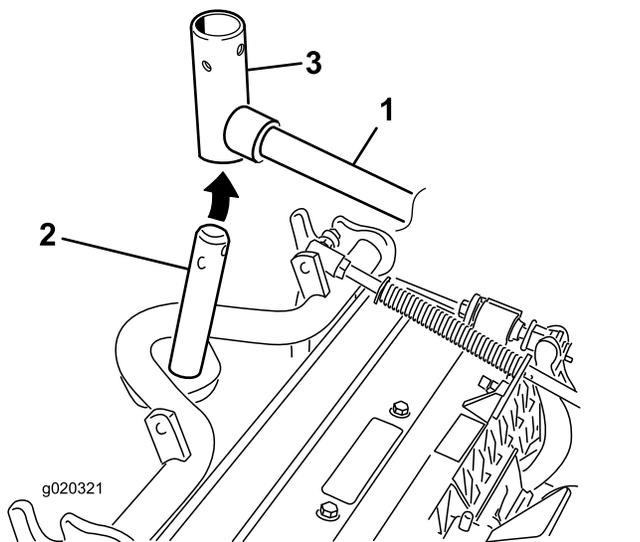

Figura 7
8. Nas unidades de corte dianteiras, faça deslizar uma unidade de corte sob o braço de elevação enquanto insere o veio da estrutura de suporte para cima para dentro da forquilha da articulação do braço de elevação (Figura 7).
- B. Insira a forquilha do braço de elevação no veio da estrutura de suporte (Figura 7).